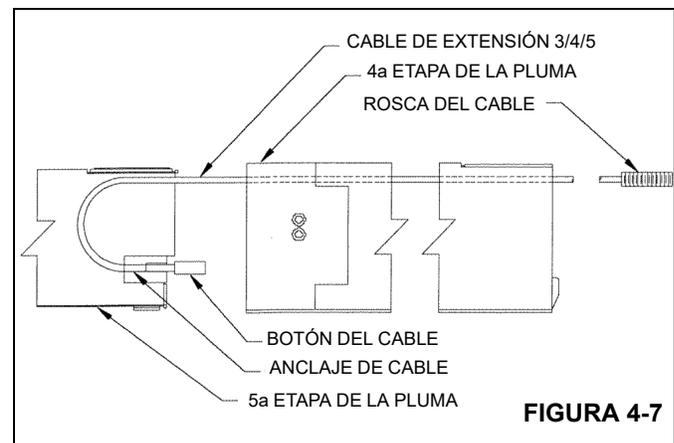

FIGURA 4-7
1. Instale la 5a etapa de la pluma (5) en la 4a etapa de la pluma (4) aproximadamente cinco pies. Figura 4-7.